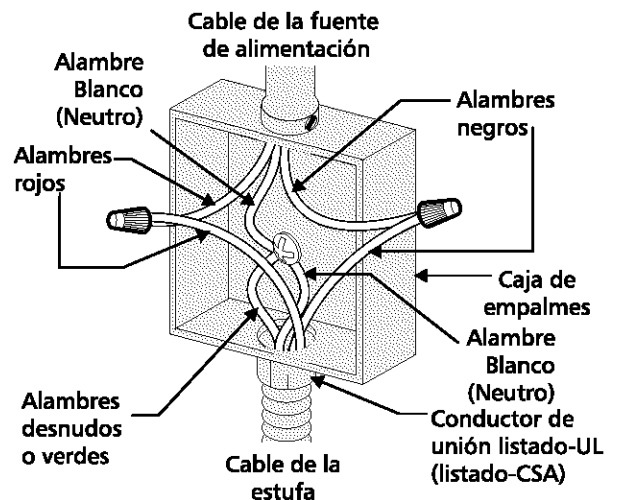

Figura 2 - Sistema eléctrico (ejemplo: caja de empalmes) de 3 alambres (a tierra neutra)
**Donde los códigos locales permitan la conexión del conductor de gabinete-puesta a tierra con el alambre neutro (blanco) de la caja de empalmes (vea figura 2)**
2. En el disyuntor, caja de fusibles o la caja de distribución: conecte el artefacto y los cables de la residencia como se muestra en la figura 2.